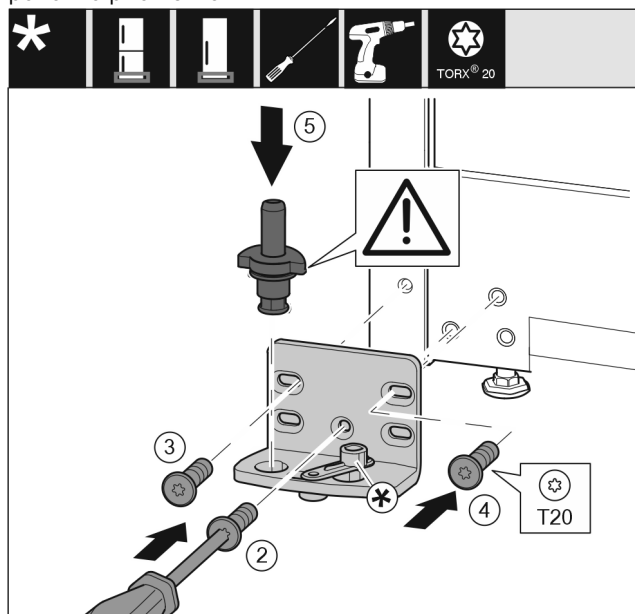

Fig. 16
- Postavite podložak ležaja na drugu stranu i pritegnite ga odvijačem. Započnite s vijkom Fig. 16 (2) dolje u sredini.
- Pritegnite vijak Fig. 16 (3) i vijak Fig. 16 (4).
- Potpuno umetnite podložak ležaja Fig. 16 (5). Pritom se pobrinite za to da je uskočna izbočina okrenuto prema natrag.